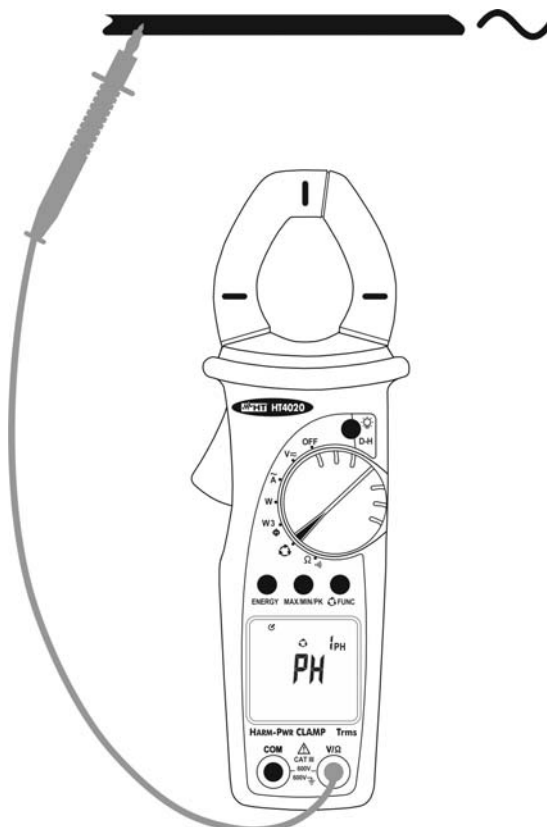

Fig. 15: Buscafases a 1 terminal
3. Conecte la punta roja a la fase L1 (ver Fig. 15). Como alternativa use el práctico capuchón de goma para alojar la punta roja